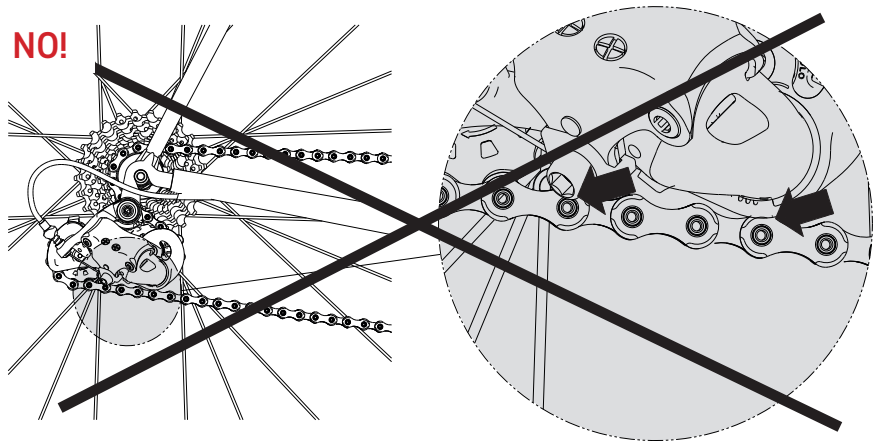

Fig.3
• Pour que la transmission fonctionne correctement, la mesure H ne doit en aucun cas être inférieure à 3 mm (Fig. 3) ou supérieure à 22 mm, car la chaîne serait excessivement tendue sur pignon et plateau (Fig. 4).